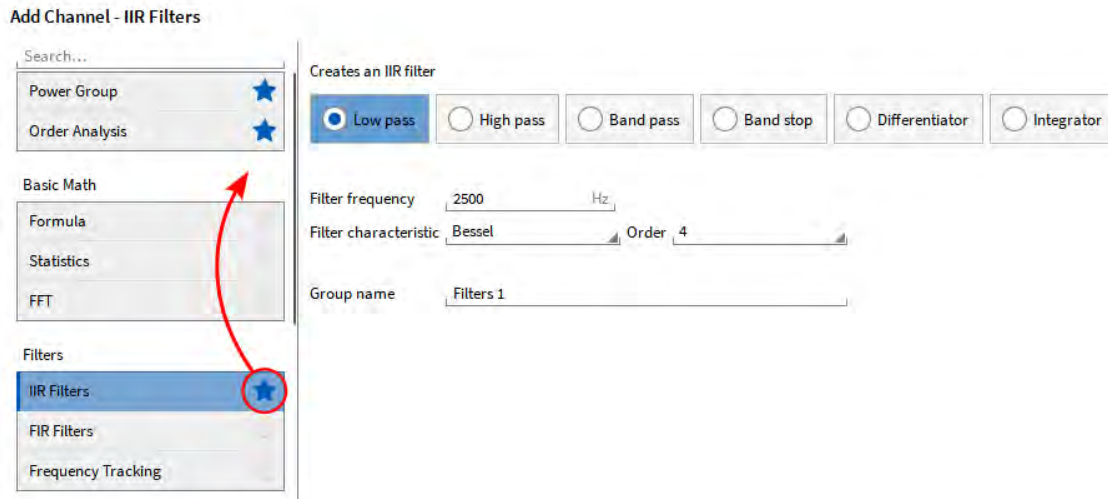

Fig. 7.47: TRION3-1820-MULTI チャンネルの Channel Setup
サンプルレートおよびビット分解能を除くすべてのチャンネル設定は、チャンネルごとの設定画面 (Fig. 7.47 参照) から変更することもできます。この設定画面へは、Fig. 7.2 または表 Table 7.1 に示されている ⑩ のボタンからアクセスできます。